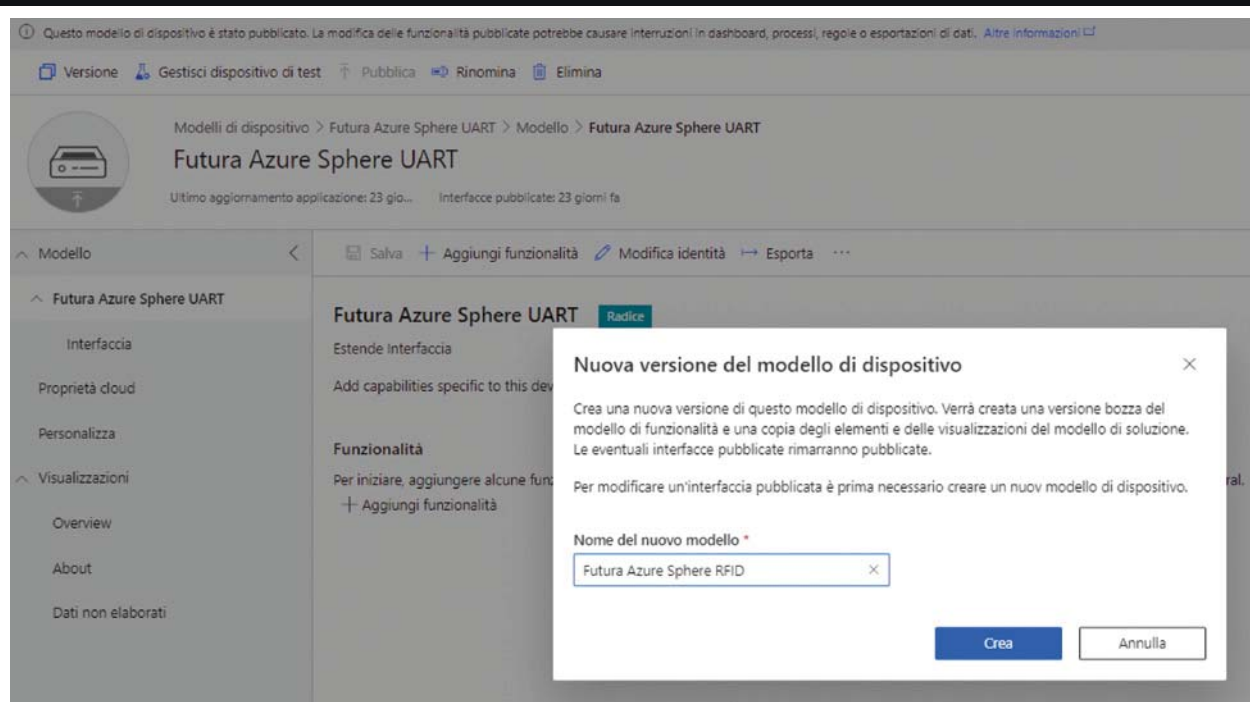

Fig. 5 - La finestra nuova versione del modello.
4. Fate clic su Crea (Fig. 5).